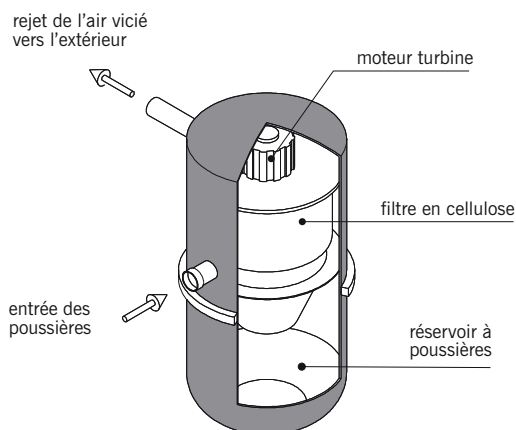

fig. 19.2
■ **La centrale d'aspiration** (fig. 19.2) : cuve fixe, de forme généralement cylindrique, équipée d'un moteur turbine. Ce dernier crée une dépression dans l'installation qui permet l'aspiration des poussières. Un réservoir amovible, muni ou non d'un sac, recueille les poussières. La centrale habituellement installée dans un garage ou une cave nécessite un rejet d'air vicié vers l'extérieur.